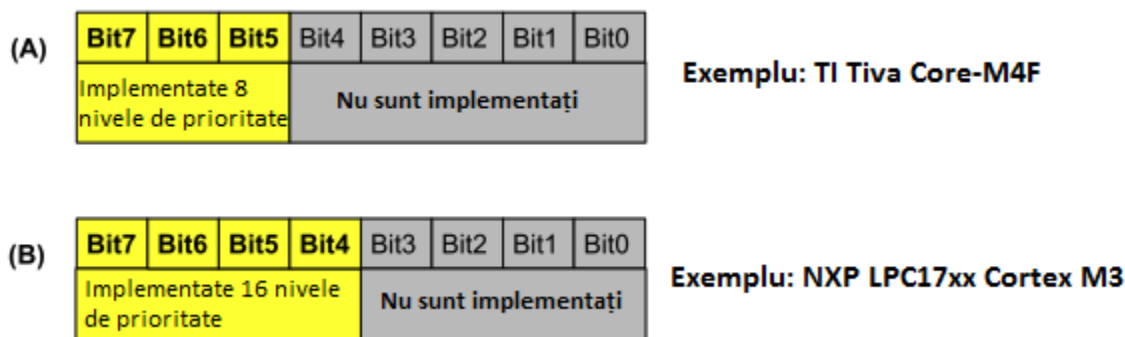

Figura 1. Exemplul de biți implementați în funcție de producător
*Fiecare excepție/întrerupere are propriul său registru de prioritate (Interrupt Priority Level Register).* Producătorii de cipuri sunt obligați ca pentru procesoarele ARM Cortex M3/M4 să folosească un minim de 8 nivele de prioritate (trei biți). Pentru procesoarele ARM Cortex M0 doar doi biți sunt implementați adică maxim 4 nivele de prioritate. După cum se poate vedea și în Figura 1, cei mai semnificativi biți sunt implementați. După cum s-a menționat și mai sus, există două moduri prin care se poate seta prioritatea. Un prin mod ar fi prin accesarea regiștrilor NVIC iar cel de al doilea mod este dat de CMSIS. Pentru a păstra portabilitatea codului este recomandat folosirea CMSIS. CMSIS dispune de funcția **NVIC\_SetPriority(IRQn,Priority)**. În acest caz este foarte important ca prioritatea sa NU fie shiftată cu numărul de biți neimplmentați, deoarece funcția face acest calcul înainte să salveze datele în registru.